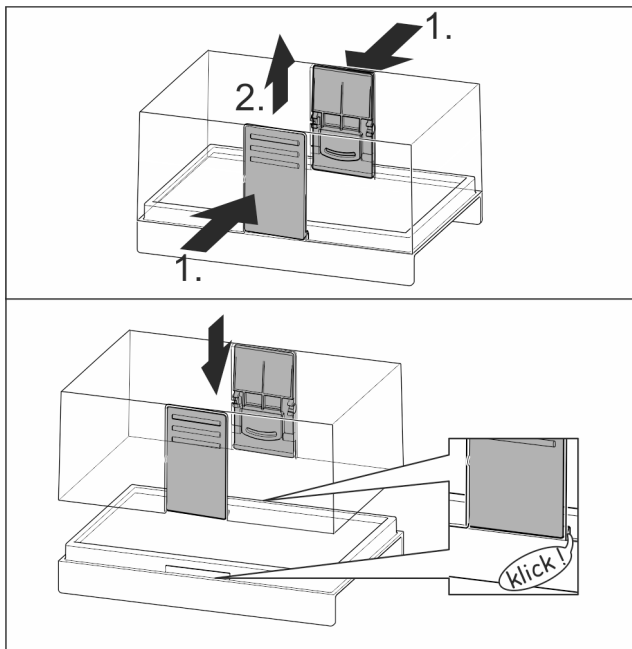

*Fig. 82*
- ▶ Изтеглете чекмеджето *Fig. 82 (1)*.
- ▶ Хванете вдлъбнатия захват *Fig. 82 (2)* на капака на отделението и едновременно с това избутайте назад капака на отделението.